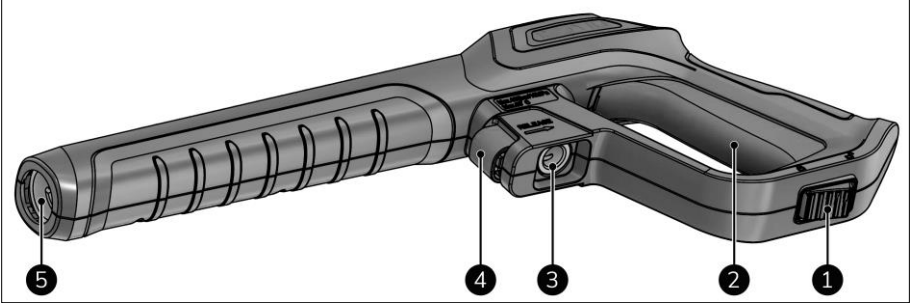

Figure 6
3. Débloquez le verrouillage de sécurité sous la gâchette (figure 6, pos. 1).
4. Appuyez sur la gâchette (figure 6, pos. 2) pendant plusieurs secondes pour évacuer l'air du tuyau.
3. Appuyez sur la gâchette (figure 6, pos. 2) et commencez à nettoyer.
1. Le cas échéant, relâchez la gâchette (figure 6, pos. 2).
2. Bloquez le verrouillage de sécurité sous la gâchette (figure 6, pos. 1).
1. Relâchez la gâchette (figure 6, pos. 2).